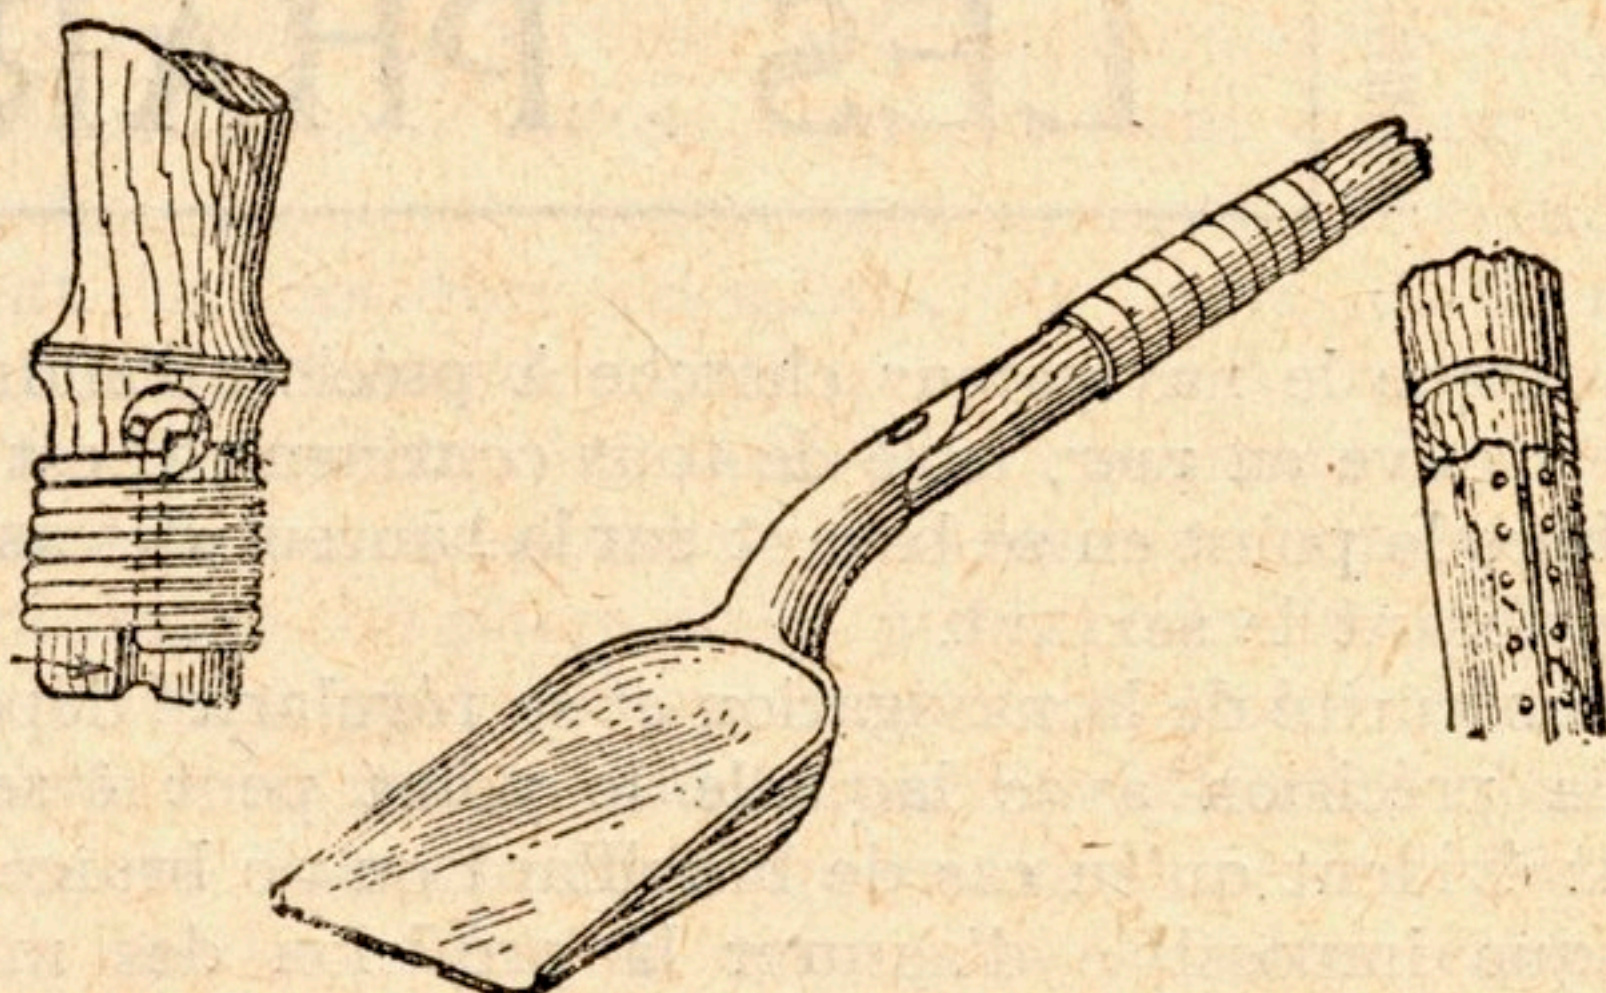

Fig. 10, 11 et 12. — Réparation de manches brisés.
a) Avec une ligature en fil métallique, bien serré, les spires se touchant (fig. 10). Le tout est finalement couvert de soudure appliquée au fer chaud après décapage. Il est bon de faire à la gouge une petite rigole où passe le fil servant à la ligature terminale.